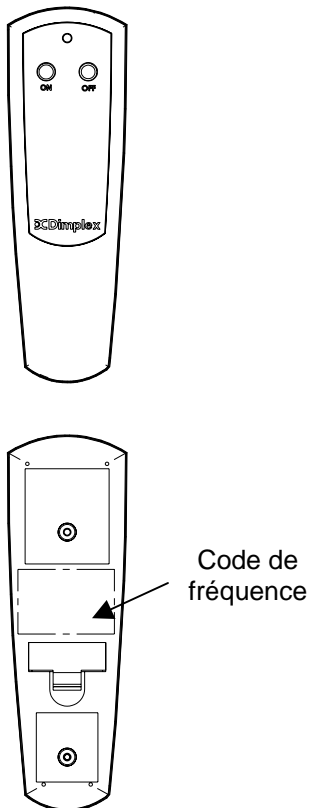

FIGURE 2
5. Appuyer sur le bouton MARCHE (ON) qui se trouve sur le transmetteur de la commande à distance (FIGURE 2). Ainsi, le transmetteur et le récepteur de la télécommande seront synchronisés.